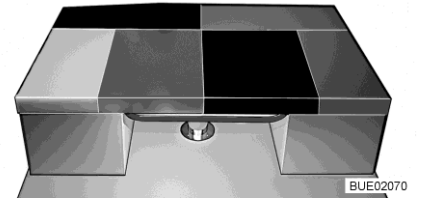

Fig. 157 Après la transformation
- Placer le coussin supplémentaire sur la table (voir Fig. 157).